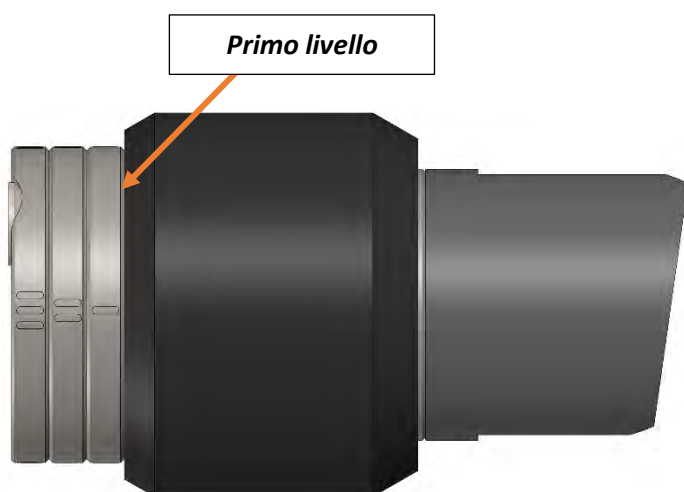

Figura 29
4. Il cursore è dotato di 3 linee, contrassegnate dal relativo numero, ognuna delle quali indica un diverso livello di regolazione. Per impostare il livello desiderato è sufficiente allineare la linea corrispondente al bordo della manopola. Figura 29 e 30;